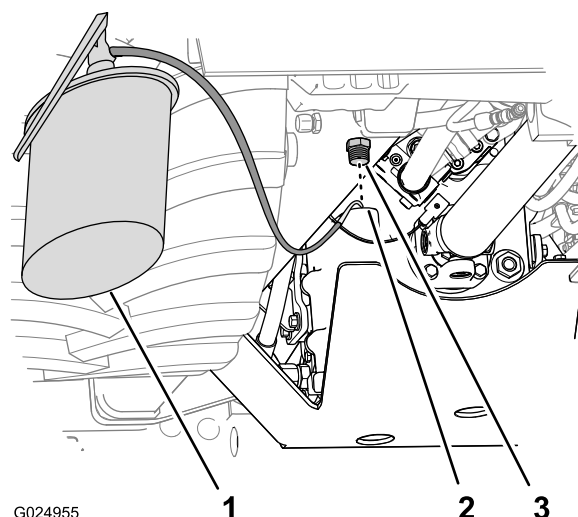

Figura 96
4. Riempite la trasmissione con l'olio indicato attraverso il foro di riempimento (Figura 96).